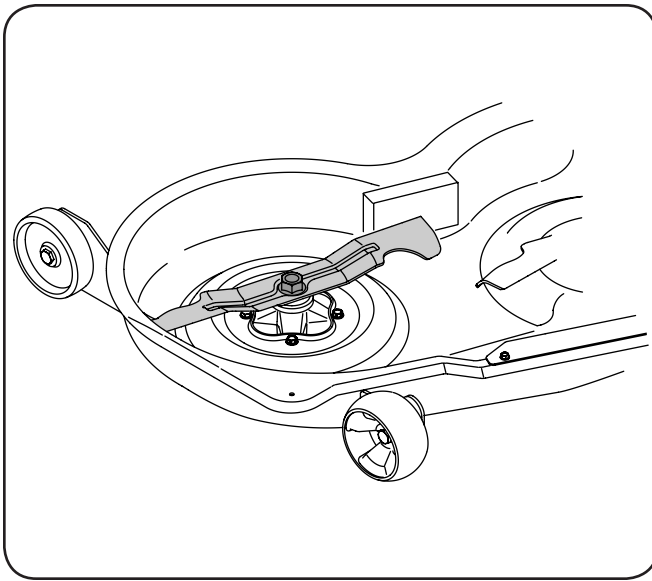

Figure 7-6
2. Coloque un bloque de madera entre el deflector del alojamiento central de la plataforma y la cuchilla de corte, para que actúe como estabilizador. Vea la Figure 7-6.
3. Extraiga la tuerca de brida hexagonal que asegura la cuchilla al montaje del husillo. Vea la Figure 7-6.